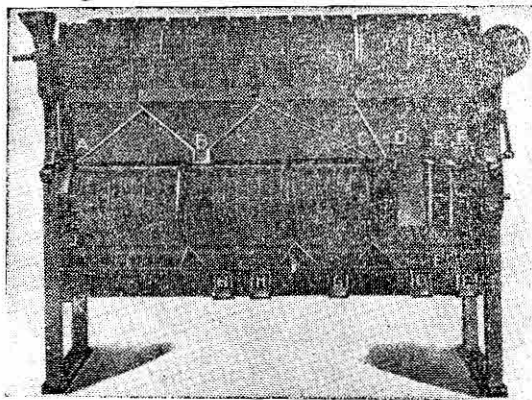

Figura 199.— Clasificadora.
**Clasificación.**— Las clasificadoras son máquinas que por medio de cribas, tamices, mallas o planchas perforadas en movimiento rotatorio, clasifican los granos de café según su tamaño. (Figura 199).